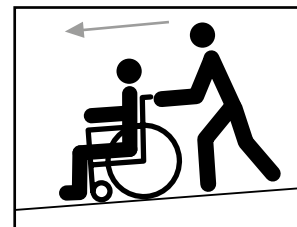

Abbildung 2
- *Behalten Sie Ihre Geschwindigkeit auf Steigungen unter Kontrolle. (Abbildung 2).*